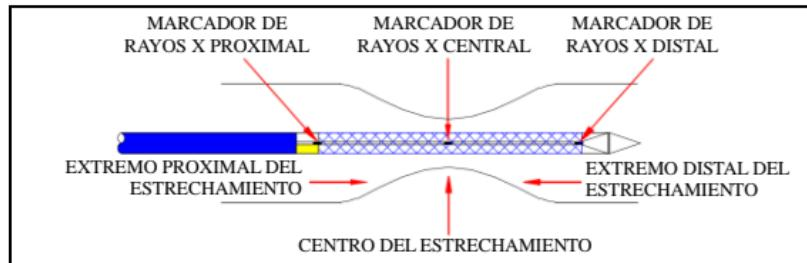

Figura 4
- Cuando el marcador de rayos X central alcance el centro del estrechamiento a tratar, continúe tirando el conector hacia atrás hasta que el stent se haya desplegado por completo. (Observe la figura 4, 5).
- Cuando el marcador de rayos X central alcance el centro del estrechamiento a tratar, continúe tirando el conector hacia adelante hasta que el stent se haya desplegado por completo. (Observe la figura 4, 6).